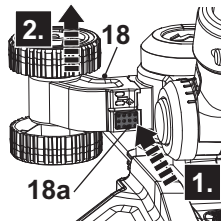

Fig. 3
2. Appuyez sur le bouton de déverrouillage (18a) et retirez la roue du coupe-bordure (18) du support du coupe-bordure (14a) (Fig. 3).